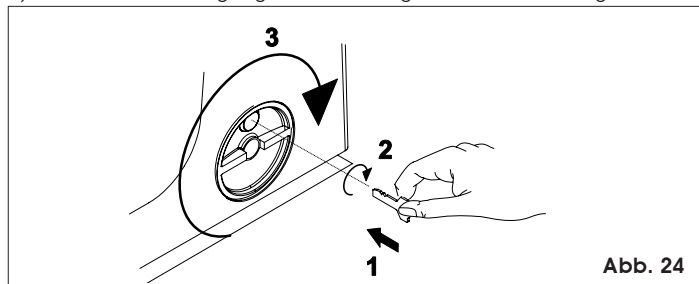

Abb. 24
- 1) Den mitgelieferten Schlüssel in das Schloßstecken und im Uhrzeigersinn drehen, wie in Abb. 24 gezeigt.
- 2) Das Entriegelungssystem im Uhrzeigersinn um ca. 180° drehen, wie in Abb.24 gezeigt.